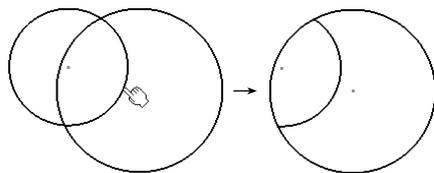

图 5-23
- 断开及外擦除 : 此方式会断开所选图元并修剪该图元，修剪打断边界外的部分，如图 5-23 所示。